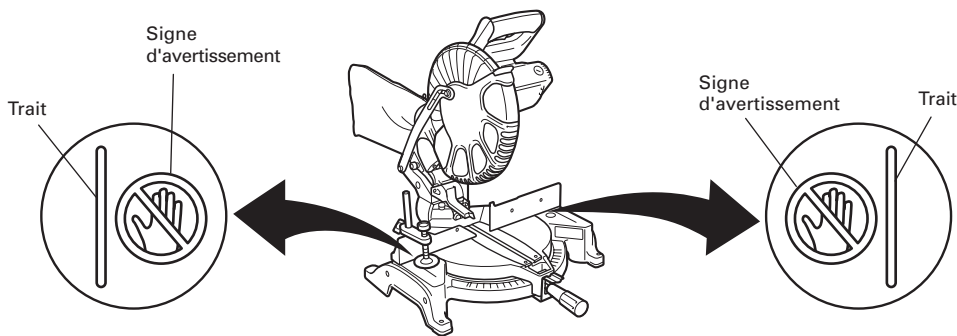

Fig. 18
* Ne jamais amener les membres à l'intérieur de la ligne à côté du signe d'avertissement pendant que l'outil fonctionne. Cela pourrait être dangereux (voir Fig. 18).